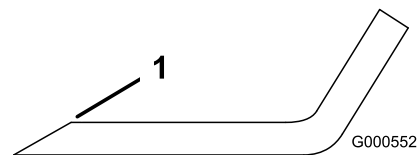

Figura 34
1. Affilate i taglienti da entrambe le estremità della lama con una lima (Figura 34).
**Nota:** Se la lama non è bilanciata, limate del metallo soltanto dalla costa (Figura 34).